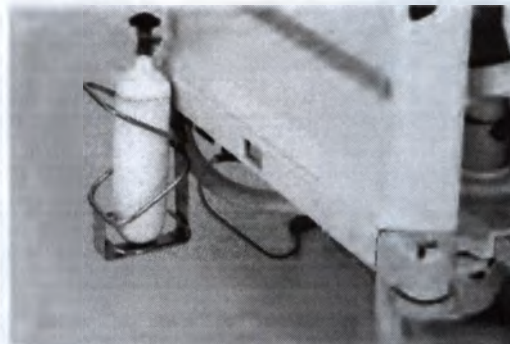

Рис. 33b Вертикальный держатель.
- Вертикальный держатель кислородного баллона (Рис. 33b)